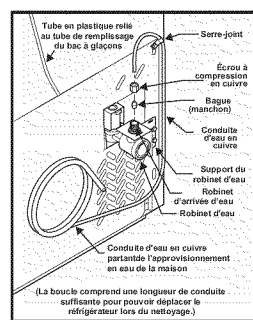
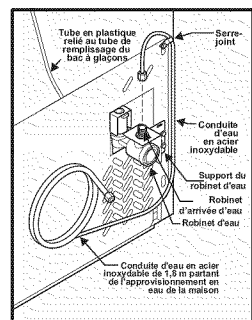

Figure 1
Figure 2
- Si vous utilisez des tubes en cuivre - Glissez l'écrou de compression en cuivre, puis la bague d'extrémité (manchon) sur la conduite d'alimentation en eau. Poussez la conduite d'alimentation en eau dans l'entrée du robinet d'arrivée d'eau aussi loin que possible (6,4 mm / 1/4 po). Glissez la bague d'extrémité (manchon) dans l'entrée du robinet et serrez l'écrou de compression à la main sur le robinet. Serrez d'un autre demi-tour avec une clé; NE PAS serrer trop fort. Voir Figure 1. Si vous utilisez des tubes en acier inoxydable - L'écrou et la bague d'extrémité sont déjà assemblés sur le tube. Glissez l'écrou de compression sur le robinet d'entrée et serrez l'écrou de compression à la main sur le robinet. Serrez d'un autre demi-tour avec une clé; NE PAS serrer trop fort. Voir Figure 2.